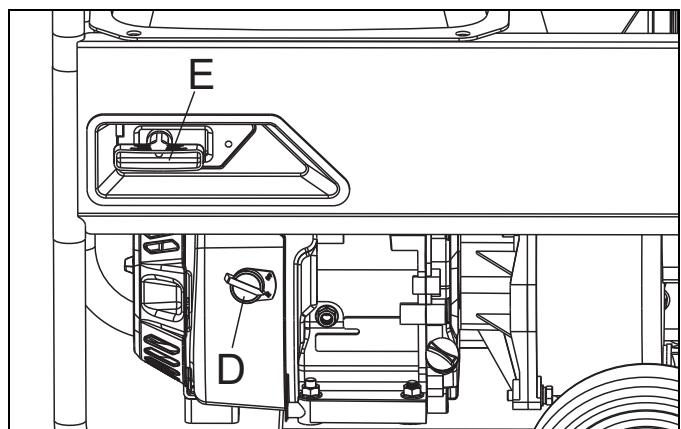

Figure 5-5. Mise en marche de la pompe à eau de modèle ST20
4. Placez l'interrupteur du moteur (D) à la position « ON » (« MARCHE ») (Figure 5-5).
5. Maintenez l'appareil immobile au moment de tirer sur la poignée de démarrage (E) (Figure 5-5).